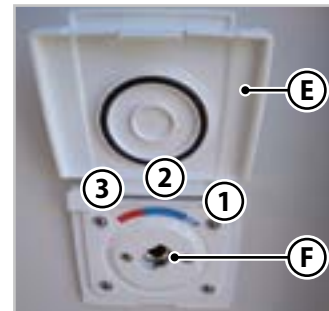

Fig.6.34 - Stikkontakt for tilkobling av hånddusj
1. Løft klaffen (**E** - Fig.6.34).
2. Sett den medfølgende slangen inn i tilkoblingen (**F** - Fig.6.34).